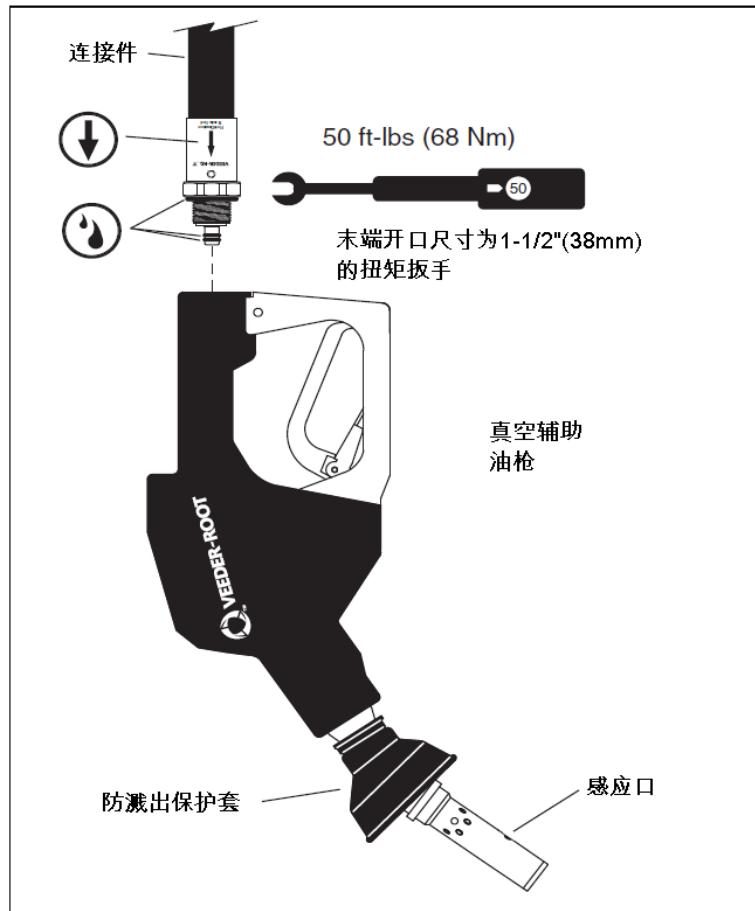

图 2. 把油枪接到连接件上
2. 检查油枪连接部件的 O 形圈，并用矿物油或其它适合的润滑剂润滑 O 形圈（图 2）。如果 O 形圈损坏或者丢失，请用维德路特 O 形圈配套元件替换（P/N 900306-201）。
3. 将连接部件（管子或者拉断阀）插入油枪，然后拧紧到 50 磅-英尺（68 牛米）—参照 UL567。（图 2）。O 形圈提供密封而不是螺纹。
- 检查橡胶防溅保护套是否被剪断，剪切或者过度磨损（图 2 所示）。如有必要更换橡胶防溅保护套。